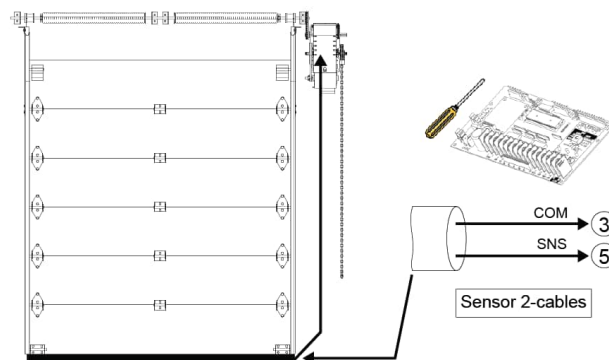

Figura 22 - Borde de detección eléctrico
3. Utilizar un cable en espiral o carrete de recogida para conectar los cables del sensor de inversión a los terminales del operador. Instalar los cables eléctricos de acuerdo a la Figura 22.